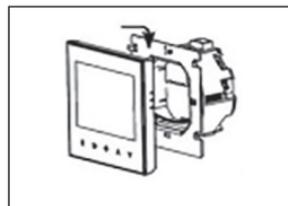

Рисунок 5
6.3.3. Установите обратно переднюю панель на закрепленную монтажную пластину таким образом, чтобы крючки монтажной пластины попали в отверстия и при сдвиге вниз вошли в пазы передней панели (*рисунок 5*).